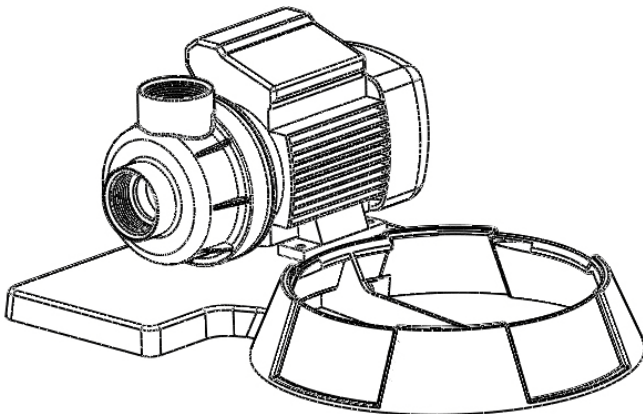

Abb. 1
1. Befestigen Sie die Pumpe neben dem Sandfilter mit den gelieferten Schrauben. (Abb. 1)